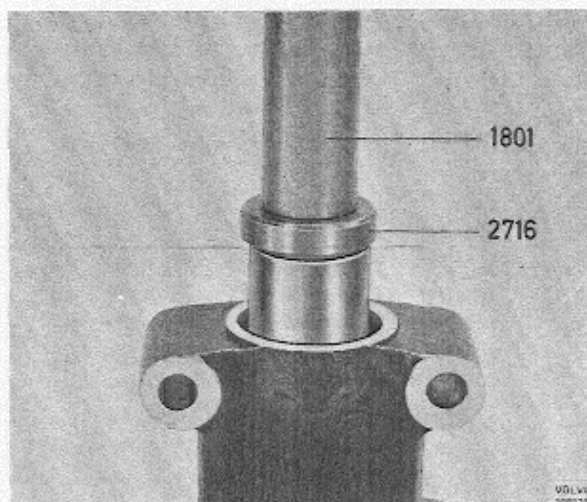
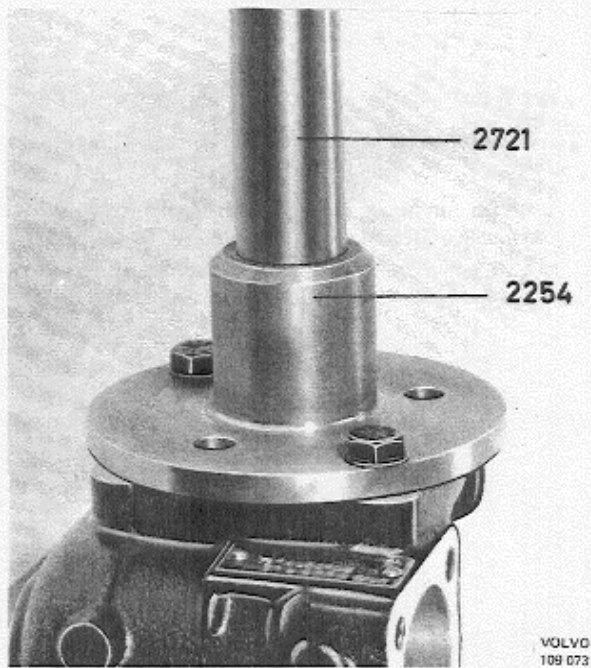

Abb. 78 Einpressen der Buchsen, Lenkrollenwelle
Abb. 79 Ausreiben der Buchsen, Lenkrollenwelle
1. Buchsen für Lenkrollenwelle entgegengesetzt mit Dorn 2716 und Standardschaft 1801 gem. Abb. 78 in das Lenkgehäuse einpressen und mit der Reibahle 2254 aufreiben. Dazu die Führung 2254 verwenden, die entspr. Abb. 79 mit zwei Schrauben am Gehäuse festgesetzt wird. Nach Aufreiben der Buchsen ist das Gehäuse sorgfältig von Metallspänen zu reinigen.